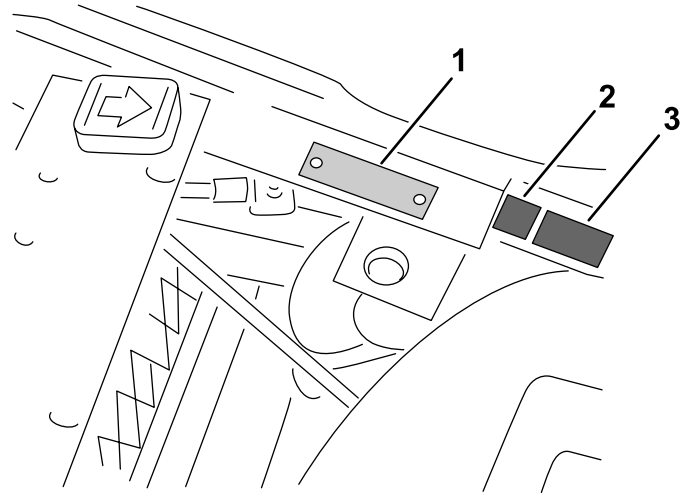

Figure 13
- Appliquez l'autocollant de la marque CE et l'autocollant de l'année de production près de la plaque du numéro de série sur le support du repose-pieds (Figure 13).